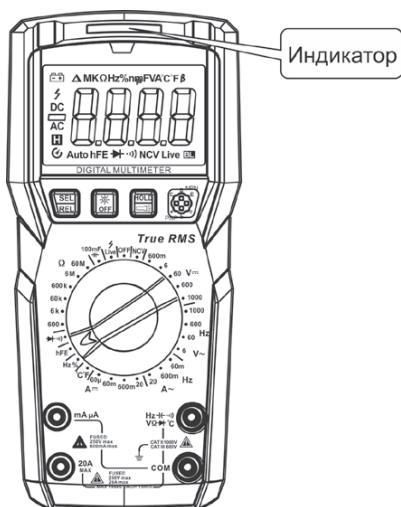

Рис. 12 Проверка транзистора
7.9 Проверка транзистора (см. рис. 12)